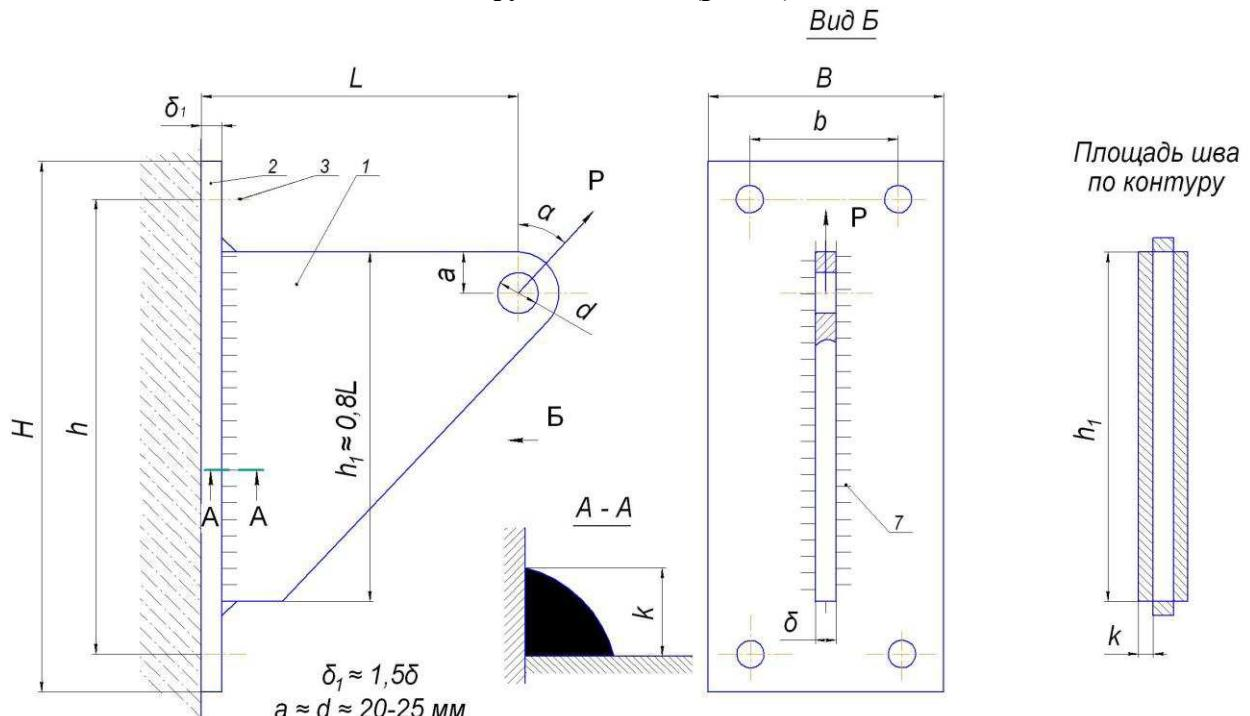

Рисунок 3. Кронштейн: 1 – стенка кронштейна; 2 – опорная плита; 3 – болты, соединяющие кронштейн с колонной.
плитой с фундаментом (рис. 3).
2. Определить размеры B и L опорной плиты кронштейна исходя из допускаемого удельного давления на фундамент (рис. 3).
5. Назначить размеры **a** и **k** (см. рис.3) сварных швов.